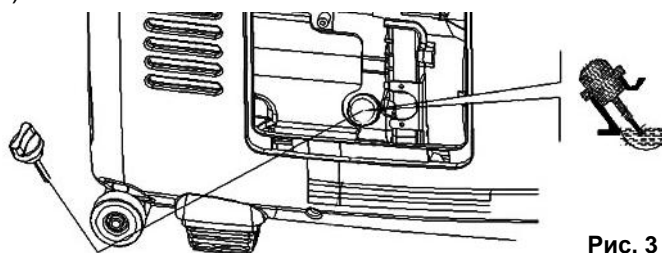

Рис. 3
- ⚠ Внимание! При проверке уровня масла или его замены, генератор должен стоять ровно на горизонтальной поверхности. Двигатель должен быть остановлен. Поддерживайте уровень масла у максимальной отметки (H) на масляном щупе.**
- Отверните масляную пробку, достаньте щуп (См. Рис.3).
- Если уровень масла меньше нижней линии (L) на щупе, долейте масло до верхней линии (H)